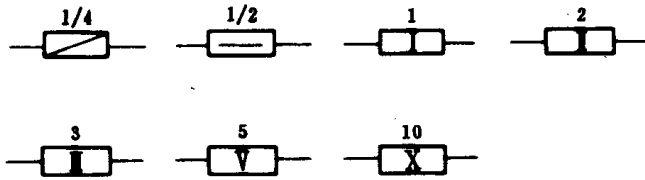

图 1-3 固定电阻器的额定功率
2) 额定功率 在规定环境温度下，电阻器的容许功率叫作额定功率。功率的单位为瓦（用W表示）。额定功率的大小取决于结构形式、尺寸大小和材料。标准固定电阻的额定功率有1/16、1/8、1/4、1/2、1、2、3、5、10瓦等，其符号如图 1-3 所示。1/8瓦的可以不标志功率，就由一般电阻符号代替。